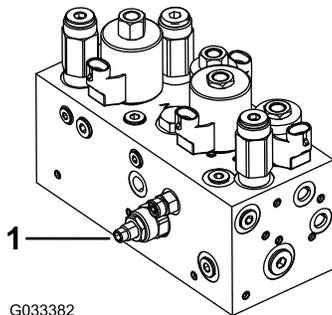

Figura 47
Il circuito di sollevamento/abbassamento degli apparati di taglio è provvisto di una valvola di regolazione del flusso (Figura 47). Questa valvola è preimpostata in fabbrica a circa 3 giri di apertura, ma può essere necessario regolarla per compensare le differenze di temperature del fluido idraulico, velocità di tosatura, ecc.
1. Alzate il sedile e individuate la valvola di regolazione del flusso per il telaio di trazione centrale (Figura 47), situata accanto al collettore idraulico.